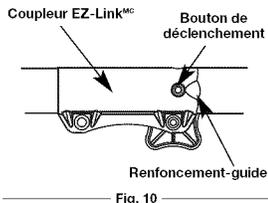

Fig. 10
- Appuyez sur le bouton de déclenchement et maintenez-le enfoncé (Fig. 10).
- Tenez fermement l'accessoire et enfoncez-le tout droit dans le coupleur EZ-Link^{MC} (Fig. 10).
REMARQUE: aligner le bouton de déclenchement avec le renforcement-guide facilitera l'installation (Fig. 10).